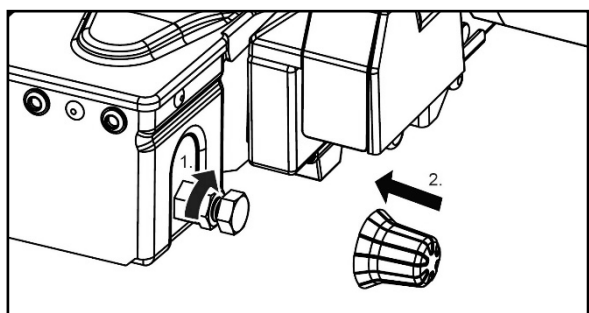

Figure 16: Mise en place du système de fermeture rapide
- Serrez le contre-écrou (Fig. 16).
- Si une fixation n'est pas bien serrée, répétez les étapes illustrées aux Fig. 16 à 25.